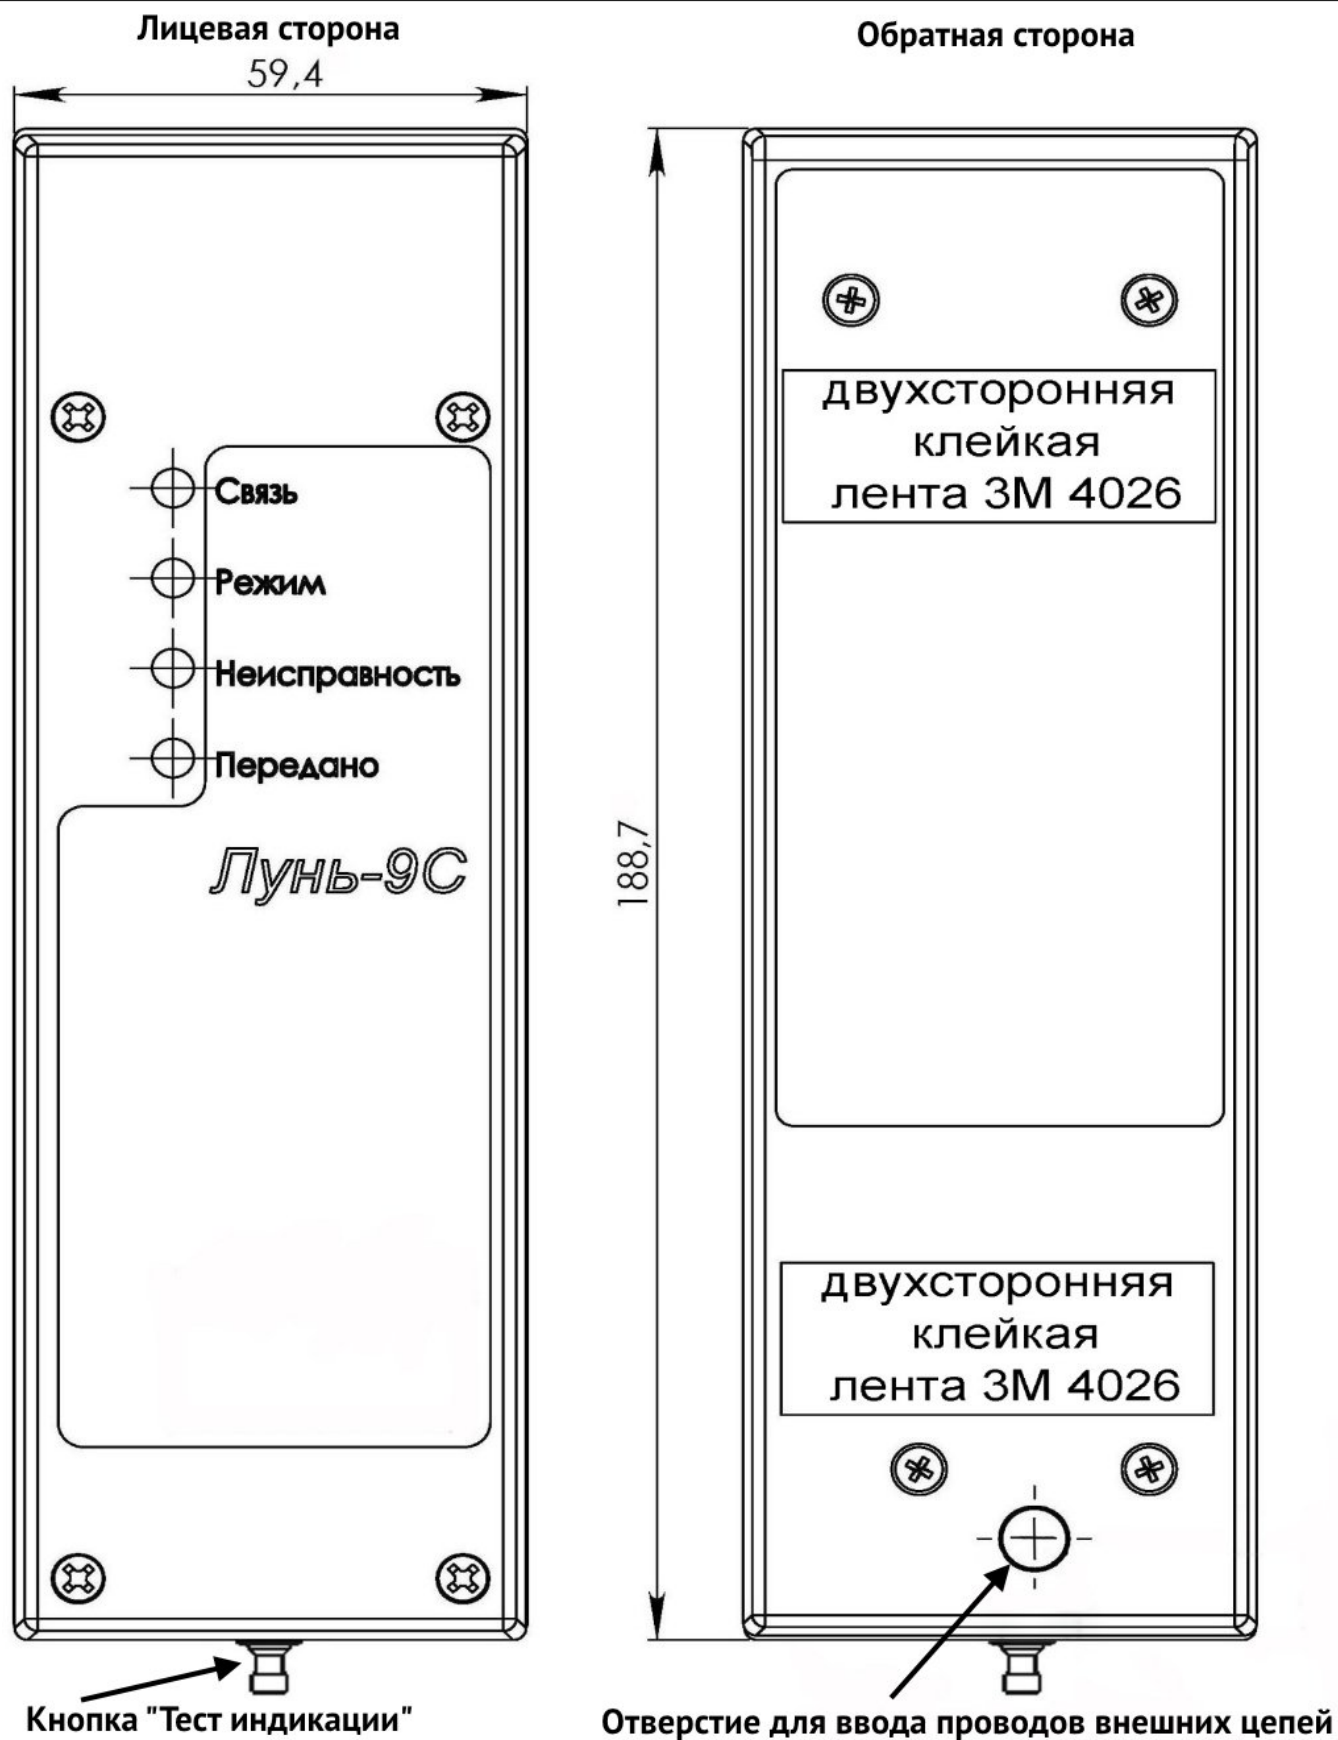

Рисунок 1. Внешний вид изделия
Изделие оборудовано следующими светодиодными индикаторами (см. рисунок 1):
4. Закрепить основание корпуса изделия на корпусе ППКП (ППКОП) с помощью двухсторонней клейкой ленты 3М 4026, уже установленной на тыльной стороне корпуса изделия. Если клейкая лента не установлена на корпусе изделия, то установить ее самостоятельно, используя комплект поставки изделия. Для этого разрезать прилагаемую ленту на две равные части (длиной по ~50мм), снять защитную пленку с одной стороны каждого куска ленты и приклеить ленту на предварительно обезжиренную тыльную сторону корпуса изделия (см. рисунок 1). Далее обезжирить места будущего прилегания клейкой ленты к корпусу ППКП, снять с ленты защитную пленку (в двух местах) и установить изделие на место. Рекомендованная температура, при которой наиболее эффективно клеится лента – от +20°С до +40°С.